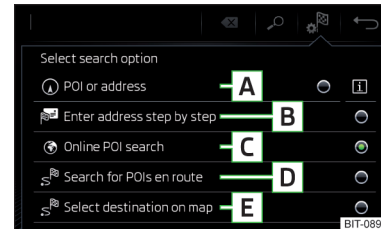

Abb. 207
## Funktionsflächen » Abb. 207
- Anschließend die Funktionsfläche eines der Menüpunkte für die Zielsuche **A**, **C** oder **D** antippen » Abb. 207 auf Seite 185.
- › Anschließend die Funktionsfläche → **B** » Abb. 207 auf Seite 185 antippen.
- › Anschließend die Funktionsfläche → **E** » Abb. 207 auf Seite 185 antippen.